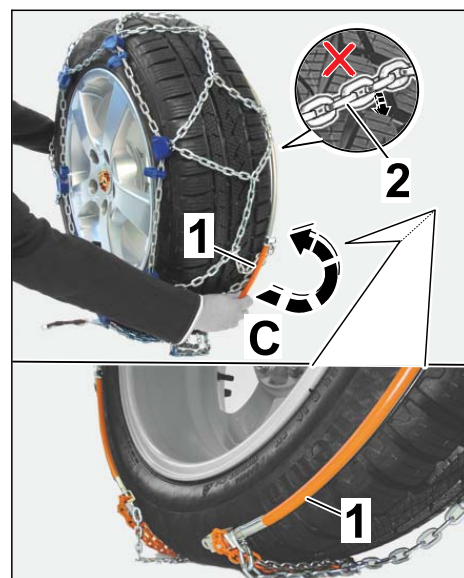

Figura 6
2.1.4 Pasar los extremos del arco de acero flexible por la parte baja y detrás de la rueda (⇒ *Figura 6 -C-*).
2.1.6 Colocar la red de eslabones y tener cuidado de que no quede atrapado ningún nervio de la cadena en el perfil (⇒ *Figura 6 -detalle-*).